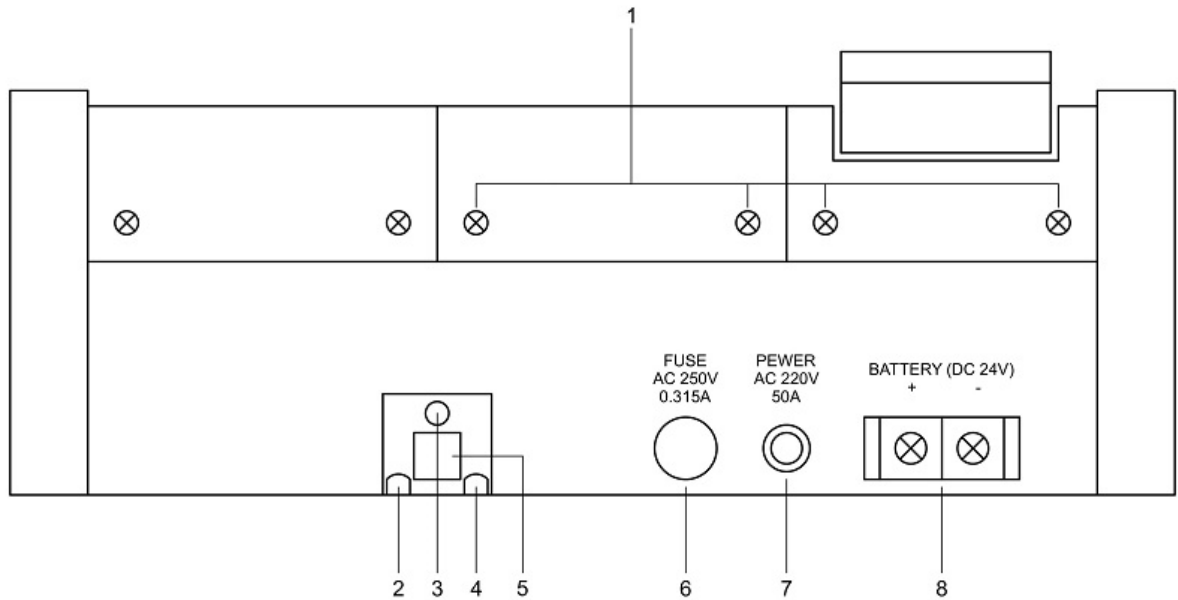

Рисунок 4.1. Задняя сторона корпуса пульта
Система записи разговоров подключается к разъему RJ-11 (**5**), находящемуся на задней стороне корпуса пульта (рис.4.1).
На рис.4.1 изображена задняя сторона корпуса пульта. На ней находятся:
1. Отвернуть винты **(1)** (рис.4.1) на задней стороне корпуса пульта и поднять вверх открученные части передней стороны корпуса.
2. Снять с кабеля от радиопередатчика 4-х контактный разъем и пропустить кабель через выходное отверстие **(3)** (рис.4.1).